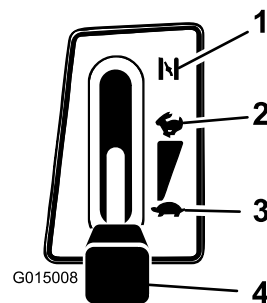

Figura 10
3. Spostate la leva dell'acceleratore su Starter (Figura 10).
5. Quando il motore è acceso, spostate lentamente la leva dell'acceleratore in posizione Fast (Figura 10). Se il motore si arresta o esita, tirate indietro la leva dell'acceleratore su Starter per alcuni secondi, quindi portatela alla massima (Fast). All'occorrenza, ripetete l'operazione.
1. Spostate la leva dell'acceleratore in posizione Fast (Figura 10).